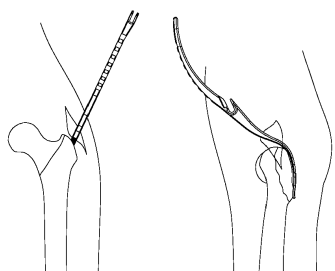

図5
- 2) 大転子頂部の皮切より後方鉗子を挿入し、転子部後方骨片の整復を行います。（図5）